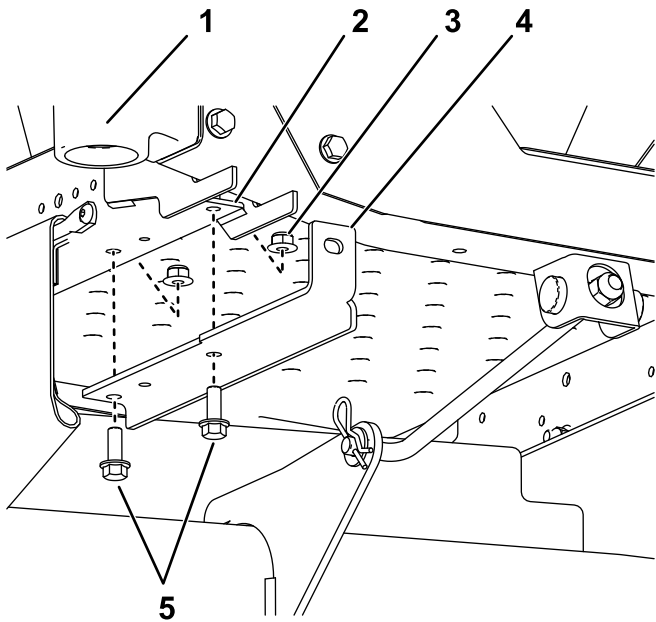

図 2
1. フレームの下にウェイト用ブラケットを取り付けるボルト $\frac{3}{8}$ x 1"2本とロックナット $\frac{3}{8}$ "2個を使用して 図 2 のように取り付ける。